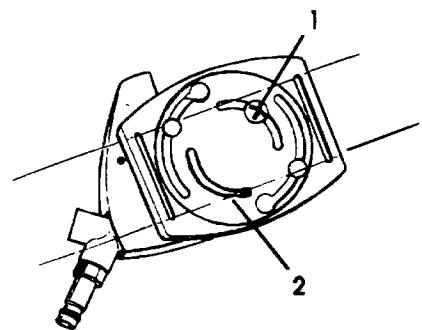

Fig. 2
- a) Desserrer la vis (Fig. 2 (1)), puis faire tourner le disque (Fig 2 (2)) et serrer la vis.